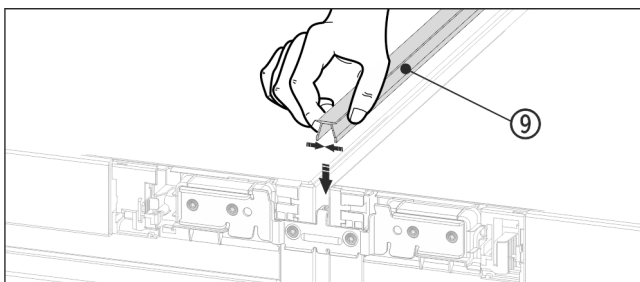

Fig. 19
- ▶ Press den korte listen Fig. 19 (9) inn i den vannrette spalten på oversiden.